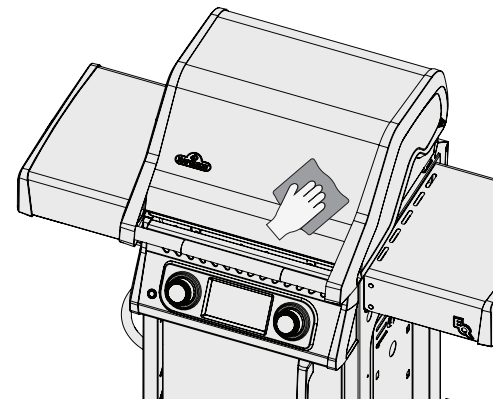

Abb. 9
- Wischen Sie immer in Richtung der Maserung. (Abb. 9)